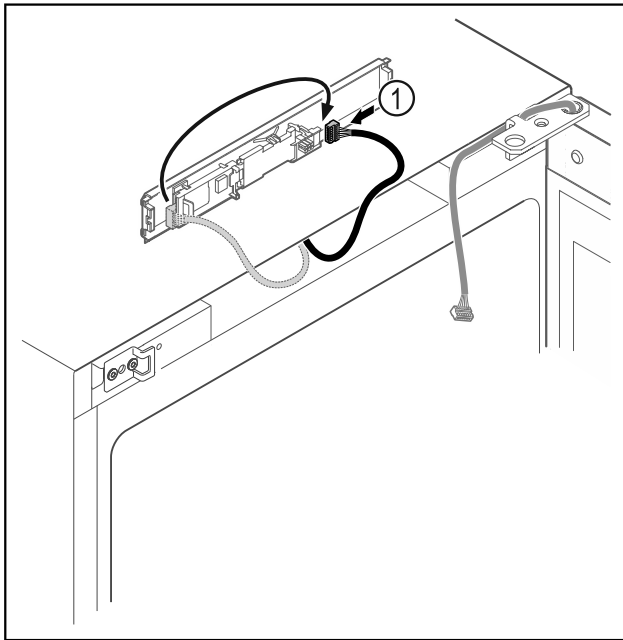

Fig. 20
- ▶ Vtič Fig. 20 (1) ponovno povežite s tiskanim vezjem.